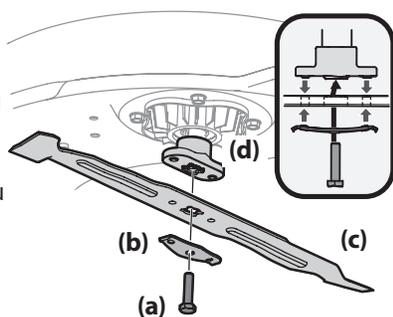

Figure 25
- Retirez le boulon hexagonal (a) et le support de la lame (b) qui fixent la lame (c) et l'adaptateur (d) au moteur du plateau. Voir Figure 25.
- Retirez la lame (c) et l'adaptateur (d) de la fusée du moteur du plateau de coupe. Voir Figure 25.